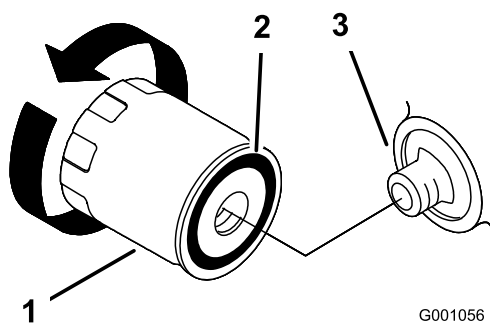

Figura 18
2. Retire el filtro usado y limpie con un paño la superficie de la junta del adaptador del filtro (Figura 18).
3. Aplique una capa fina de aceite nuevo a la junta de goma del filtro nuevo (Figura 18).
4. Instale el filtro de repuesto en el adaptador de filtro; gire el filtro en el sentido de las agujas del reloj hasta que la junta de goma entre en contacto con el adaptador del filtro, luego apriete el filtro de 2/3 a 1 vuelta más (Figura 18).